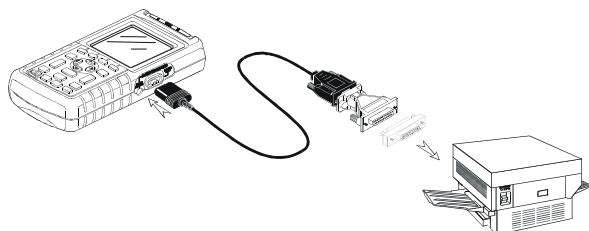

図 1-22. シリアル・プリンターへの接続方法
- シリアル・プリンターを本器の OPTICAL PORT に接続する、光絶縁 RS-232 インターフェース・アダプター/ケーブル (PM9080/001) を使用する方法。図 1-22 を参照してください。